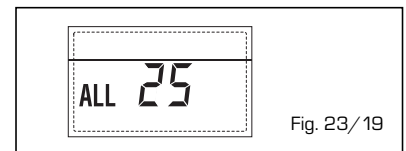

Fig. 23/19
**- ANOMALIA SONDA AUSILIARIA (S3) "ALL 26" (fig. 23/20)**